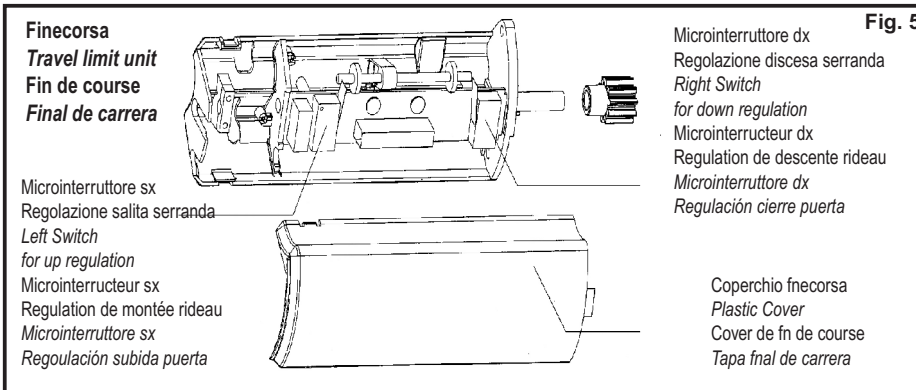

Fig. 5
- Q) Dopo avere terminato l'impianto elettrico, procedere alla regolazione del fine corsa come segue (fig. 5):
- Q) As completed the electric plant, proceed to the regulation of the limit switches as following (fig. 5):
- Q) Après avoir terminé l'installation électrique, procéder à la régulation du fin de course, comme après indiqué (fig. 5):
- Q) Después de haber acabado el instalación eléctrica, proceder a la regulación del final de carrera como sigue (Fig. 5):